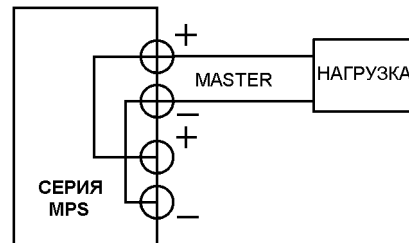

Рисунок 4-5. режим параллельного включения
- F. Подключите вывод отрицательной полярности подключаемого оборудования к черной (-) клемме источника **MASTER**. Схема подключения показана на рис. 4-5.